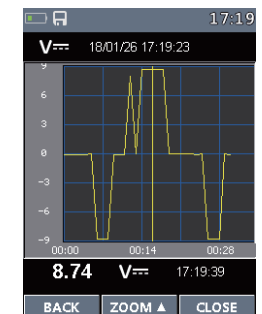

Fig137
- Presione botón MODE de la tecla para registrar la tendencia (Fig137). Y presione el botón ◀ o la tecla ▶ para seleccionar la medición de registro anterior o la medición de registro siguiente. Y presione la tecla ESC para salir de la medición de registro de vista.